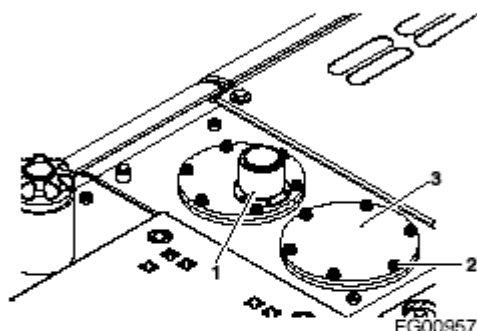

Рисунок 76
2. Сбросьте внутреннее давление, подняв крышку сапуна (1, Рисунок 76).
3. Снимите винты (2, Рисунок 76) и крышку обслуживания (3). Снимите пружину (4), клапан (5), уплотнительное кольцо (6) и неполноточный фильтр (7), затем снимите и извлеките сам фильтр (8).
6. Затяните крышку сапуна (1, Рисунок 76).